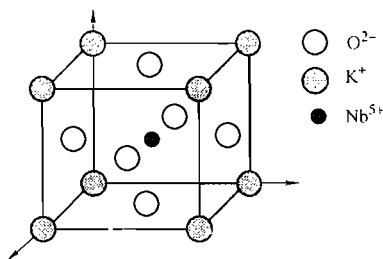

图 16-3 第四题第 6 小题解答图
(1) 晶胞如图 16-3 所示。原子坐标为 K: 0, 0, 0; O: 1/2, 1/2, 0; 1/2, 0, 1/2; 0, 1/2, 1/2; Nb: 1/2, 1/2, 1/2。
(2) 该结构中, 钾和氧离子联合构成面心立方堆积。